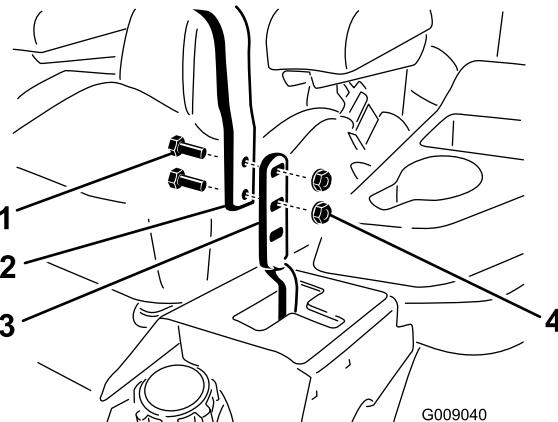

Bild 59
2. Lösen Sie die Schrauben und Bundmuttern, mit denen die Griffe an den Hebeln befestigt sind (Bild 59).